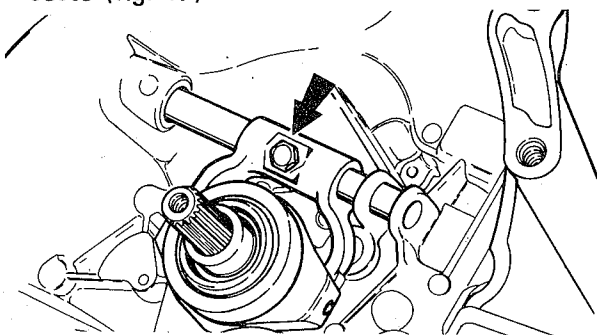

fig. 47
3. Remover o eixo do garfo da embreagem e o garfo, juntamente com o rolamento de encosto (fig. 47)